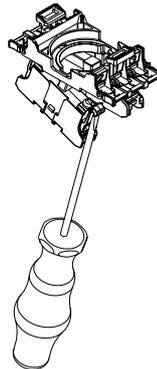

Fig. 12a
- 3a: Desmontagem dos elementos de contato (ver fig. 12a)